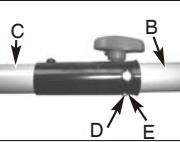

Fig. 2B
2. Hold godt fast i udstyret (B) og skub det lige ind i hurtigkoblingen (C), indtil frigørelsesknappen (D) ses i hurtigkoblingens primære hul (E). (Fig. 2B)